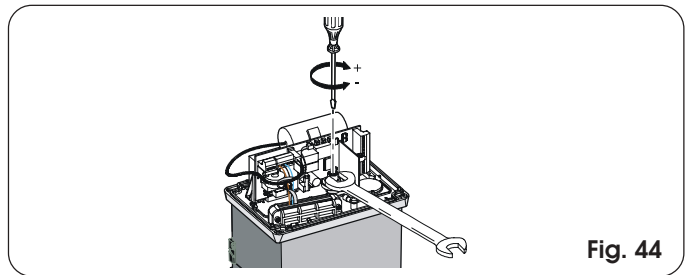

Fig. 44
- 2) Mantenga bloqueado el árbol motor utilizando una llave inglesa y manipule el tornillo de regulación del embrague con una llave Allen o destornillador, como se indica en la Fig. 44. Para aumentar el par, gire el tornillo en sentido horario. Para disminuir el par, gire el tornillo en sentido antihorario.